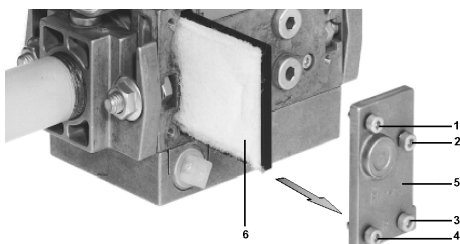

Fig. 24
- 2 Svitare le viti 1 ÷ 4 con una chiave esagonale n. 3 e togliere il coperchio del filtro 5 in Fig. 24.